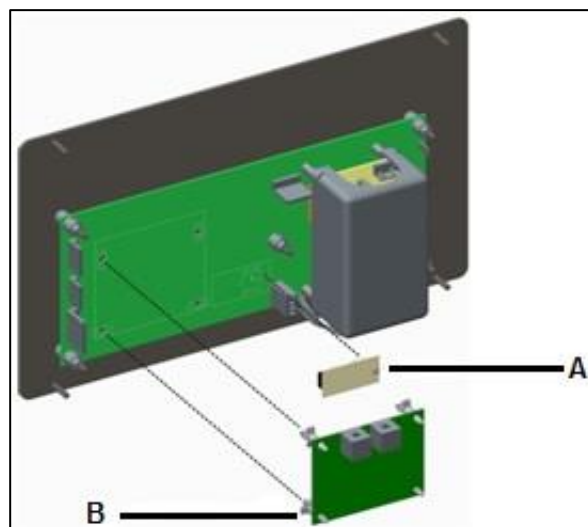

Fig. 3.3
4. Si la placa desmontada está equipada con la tarjeta reloj **A** (Fig. 3.3), desmóntela y móntela en la nueva placa.
5. Si la placa está equipada con placa de comunicaciones **B** (Fig.3.3), desmóntela y móntela en la nueva placa.